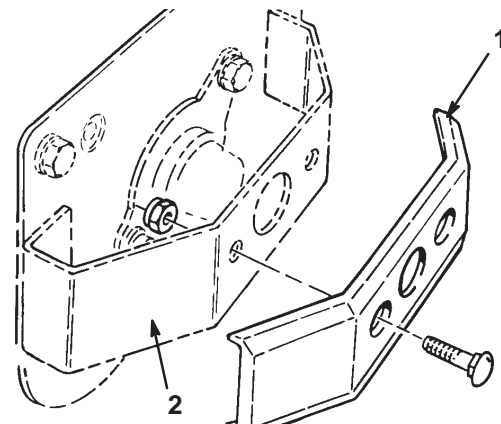

Fig. 3
4. Montera en vikt på varje klippenhetsfäste (fig. 3) på klippenhet nr 1, 2 och 3. Vikterna finns på motsatt sida av klippenhetens drivkåpa. Använd de 1/2 tums vagnmuttrar som följer med vikterna (fig. 3).